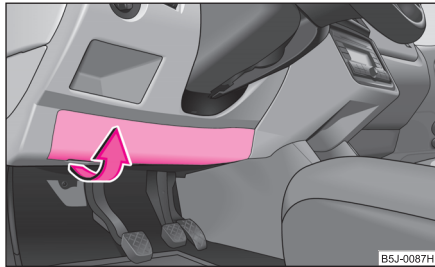

Abb. 169 Untere Seite der Schalttafel: Sicherungsdeckel
- Schwenken Sie vorsichtig den Deckel in Pfeilrichtung und nehmen Sie diesen heraus ⇒ Abb. 169.